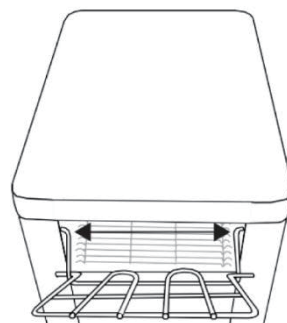

Fig. 1
1. Druk de armen van het laadrek in en plaats deze in de montagegaten voor het laadrek (fig. 1).